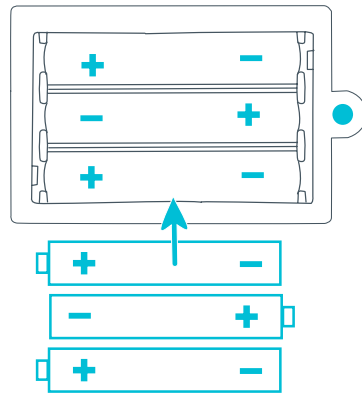

Fig. 5
- 5 • Consulte el siguiente diagrama. El tablero de luces y sonidos lleva 3 pilas AAA. Consulte (Fig. 5) para conocer la instalación de las pilas. Desatornille la tapa de las pilas y retírela. Coloque las pilas como se indica. Asegure la puerta de la batería con un tornillo y empújela hasta que encaje en su lugar.